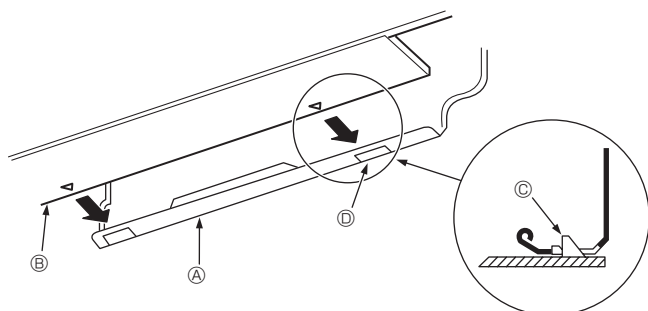

Fig. 3-10
- Lors de l'insertion du tuyau de réfrigérant et le tuyau d'écoulement dans l'orifice mural d'insertion (manchette de pénétration), accrocher la partie supérieure de l'appareil intérieur sur la planche d'installation ①.
- Fixer en poussant la partie inférieure de l'appareil intérieur sur la planche d'installation ①. (Fig. 3-10)
- * Vérifier que les boutons en bas de l'appareil intérieur sont correctement maintenus sur la planche d'installation ①.
- Ⓐ Planche d'installation ①